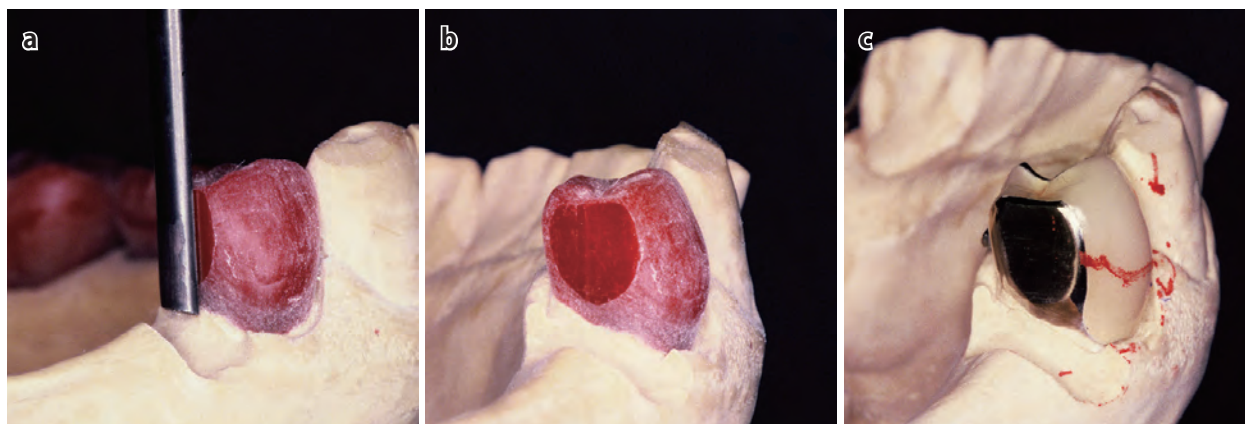

図2-6 ■ガイドプレーンの形成。着脱方向に平行で可及的に広い面で形成する。
- ①ワックスカーバーをサベイヤーに取り付けてガイドプレーンを形成する（図2-6）。